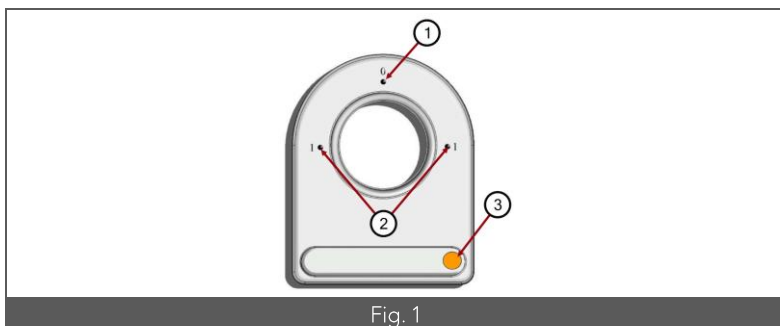

Fig. 1
- Tourner la manette de la position « Arrêt » (Fig. 1 – Rep. 1) à la position « Marche » (Fig. 1 – Rep. 2).